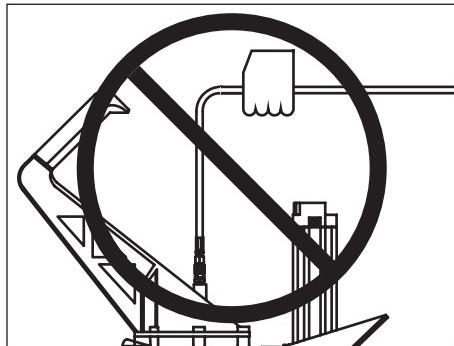

Figura 3 - No transporte la clavadora sosteniéndola por la manguera
*Nunca cargue la clavadora por la manguera de aire ni hale la manguera para mover la clavadora o el compresor de aire. Mantenga las mangreras alejadas del calor, aceite y objetos punzantes. Reemplace cualquier manguera que esté dañada, débil o desgastada. Esto podría ocurrir heridas o daños a la herramienta. Ver Figura 3.*